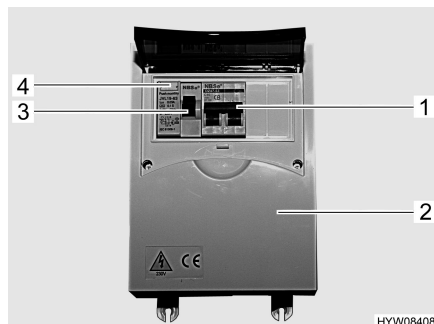

Bild 52 230 V-säkringslåda med ledningsskyddsbrytare och FI-brytare
En jordfelsbrytare (FI-brytare) (Bild 52,3) i säkringslådan (Bild 52,2) skyddar hela fordonet mot läckström (0,03 A).
Den efterkopplade ledningsskyddsbrytaren (10 A) (Bild 52,1) skyddar 230 V-uttagen, kylskåpet och el-blocket.
- När fordonet är anslutet till 230 V-försörjningen: Tryck på kontrollknappen (Bild 52,4). Jordfelsbrytaren (FI) måste lösa ut.